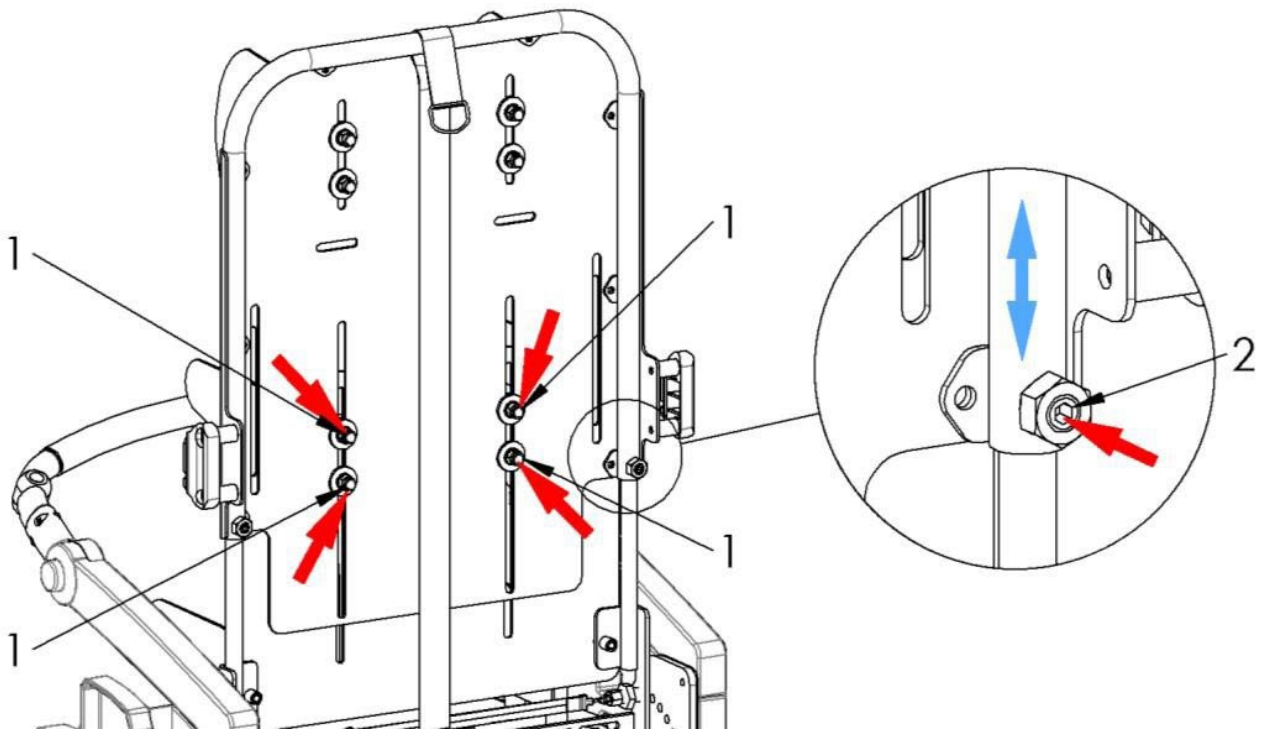

рис. 18
Для регулировки высоты спинки, Рис. 18, ослабьте ручку блокировки (1) боковых упоров для туловища и фиксирующие винты (2). Затем установите желаемую высоту спинки, после чего зафиксируйте, затянув винты (2). Установите боковые упоры в нужное положение и затяните ручки блокировки (2).